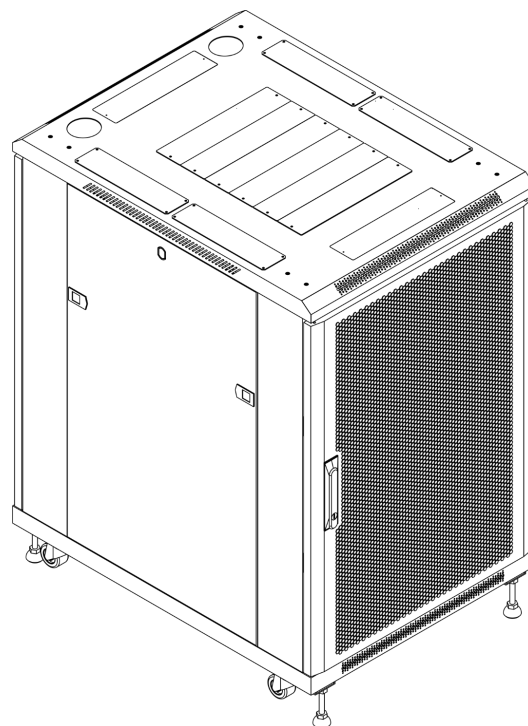

Fig. 42
- 26) Ripetere il punto 25 per l'altra **porta a maglie (E)**, come mostrato nella Fig. 42.
- 27) Utilizzare 2 mazzi di **chiavi (Q)** per bloccare e sbloccare le porte. L'armadio è ora pronto per l'uso.